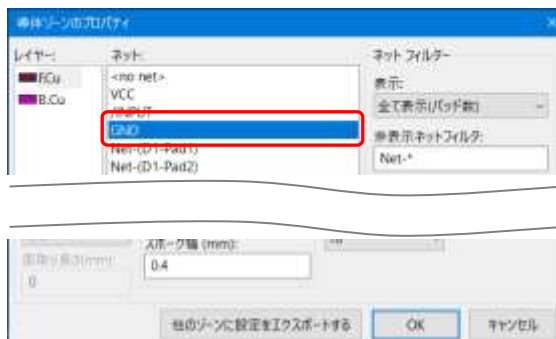
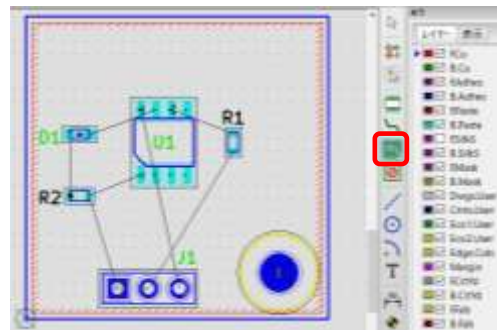

図 10-13
図 10-14
- ① グリッドを 0.5000mm (19.69mil s) にします。
- ② 右ツールバー  「塗りつぶしゾーンを追加」を選択します。
- ③ F.Cu レイヤーを選択します。
- ④ 作業原点から 0.5mm 内側の点 (dx=0.500, dy=-0.500) をクリックします。
- ⑤ 導体ゾーンのプロパティのネット欄の GND を選択します。 図 10-13
- ⑥ クリアランス(mm)欄に 0.35 と入力し [OK] をクリックします。
- ⑦ 外形線の内側 0.5mm にペタグラウンド領域を描きます。 図 10-14
- ⑧ 同様に B.Cu レイヤーにもペタグラウンド領域を描きます。